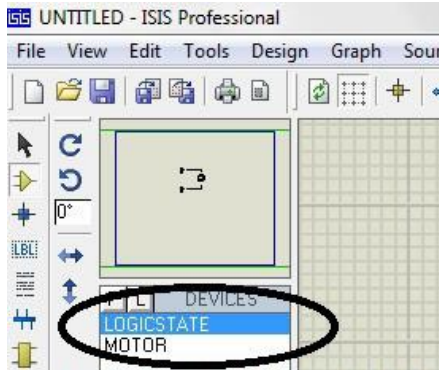

Рисунок 6.4 – Вибір компонентів
2. Logic State (рис. 6.4). Logic State має два стани 1 і 0.